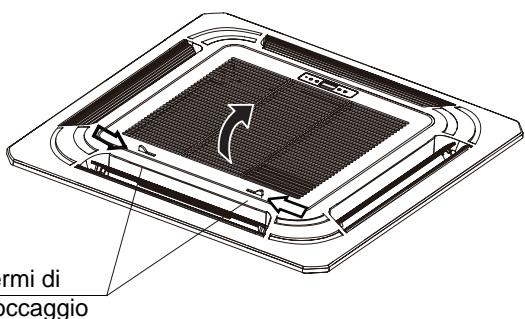

Fig. 3.12
- (1) Premere contemporaneamente i due fermi di bloccaggio della griglia, per sollevarla (Fig. 3.12).